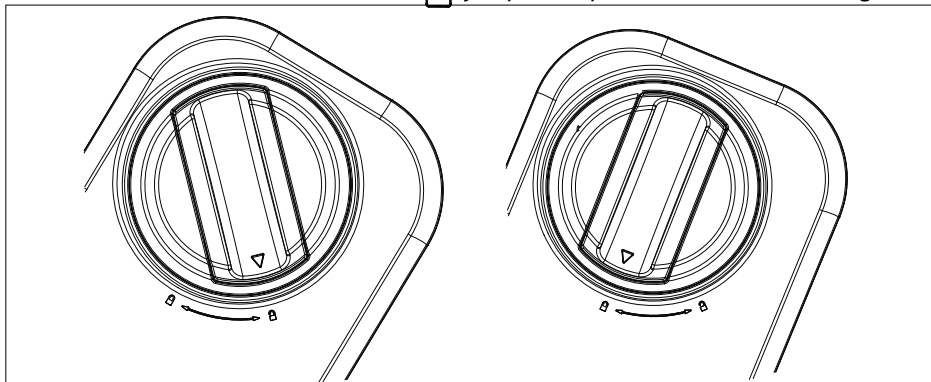

Fig. 8
- ▶ Tournez le couvercle dans le sens  jusqu'à ce qu'il soit verrouillé (voir fig. 8).